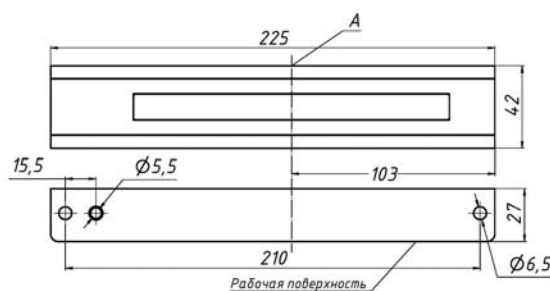

Рис.2
4.4 Пластина якоря (8) крепится к двери напротив корпуса замка, после чего якорная часть (2) устанавливается на пластине. Правильное положение якорной части относительно корпуса обеспечивается при совмещении осей А якоря и корпуса (Рис.2 и 3).